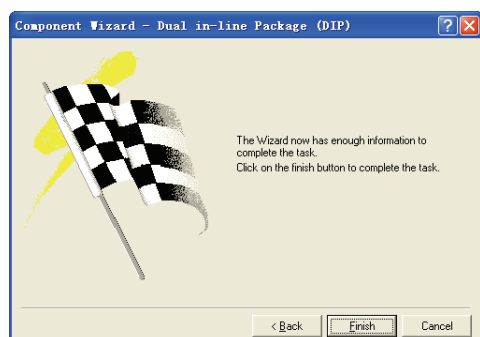

图 6-99 完成界面
(10) 单击 **Next >** 按钮，进入封装制作完成界面，如图 6-99 所示。